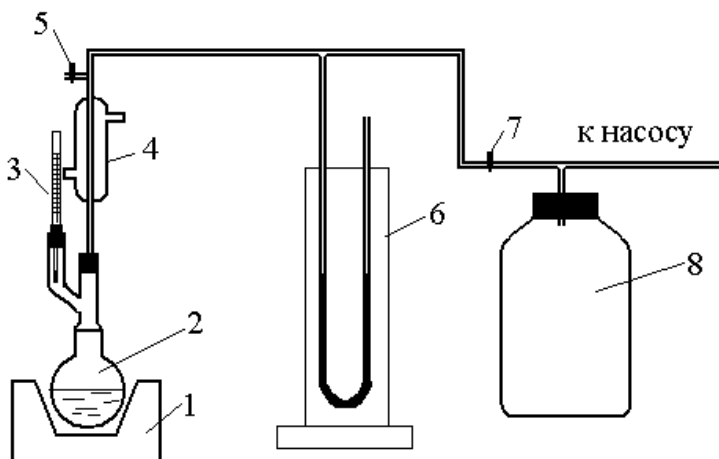

Рис. 5 Схема установки
1. Подготовить установку (рис.5) к работе. Для этого в колбу для нагревания наливают исследуемую жидкость в количестве  $50 \text{ см}^3$ . Туда же для устранения местных перегревов для облегчения образования паровой фазы помещается несколько кусочков неглазурованного фарфора или стеклянных капилляров. Помещают термометр и соединяют с обратным холодильником. Система проверяется на герметичность.